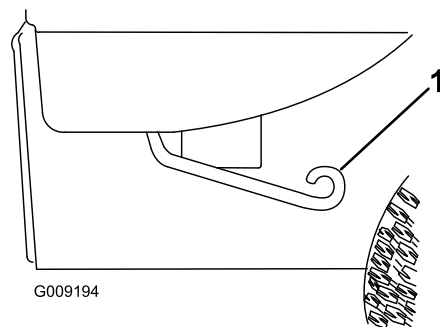

Figura 17
1. Alzate le leve ai lati del cassone e sollevatelo (Figura 17).